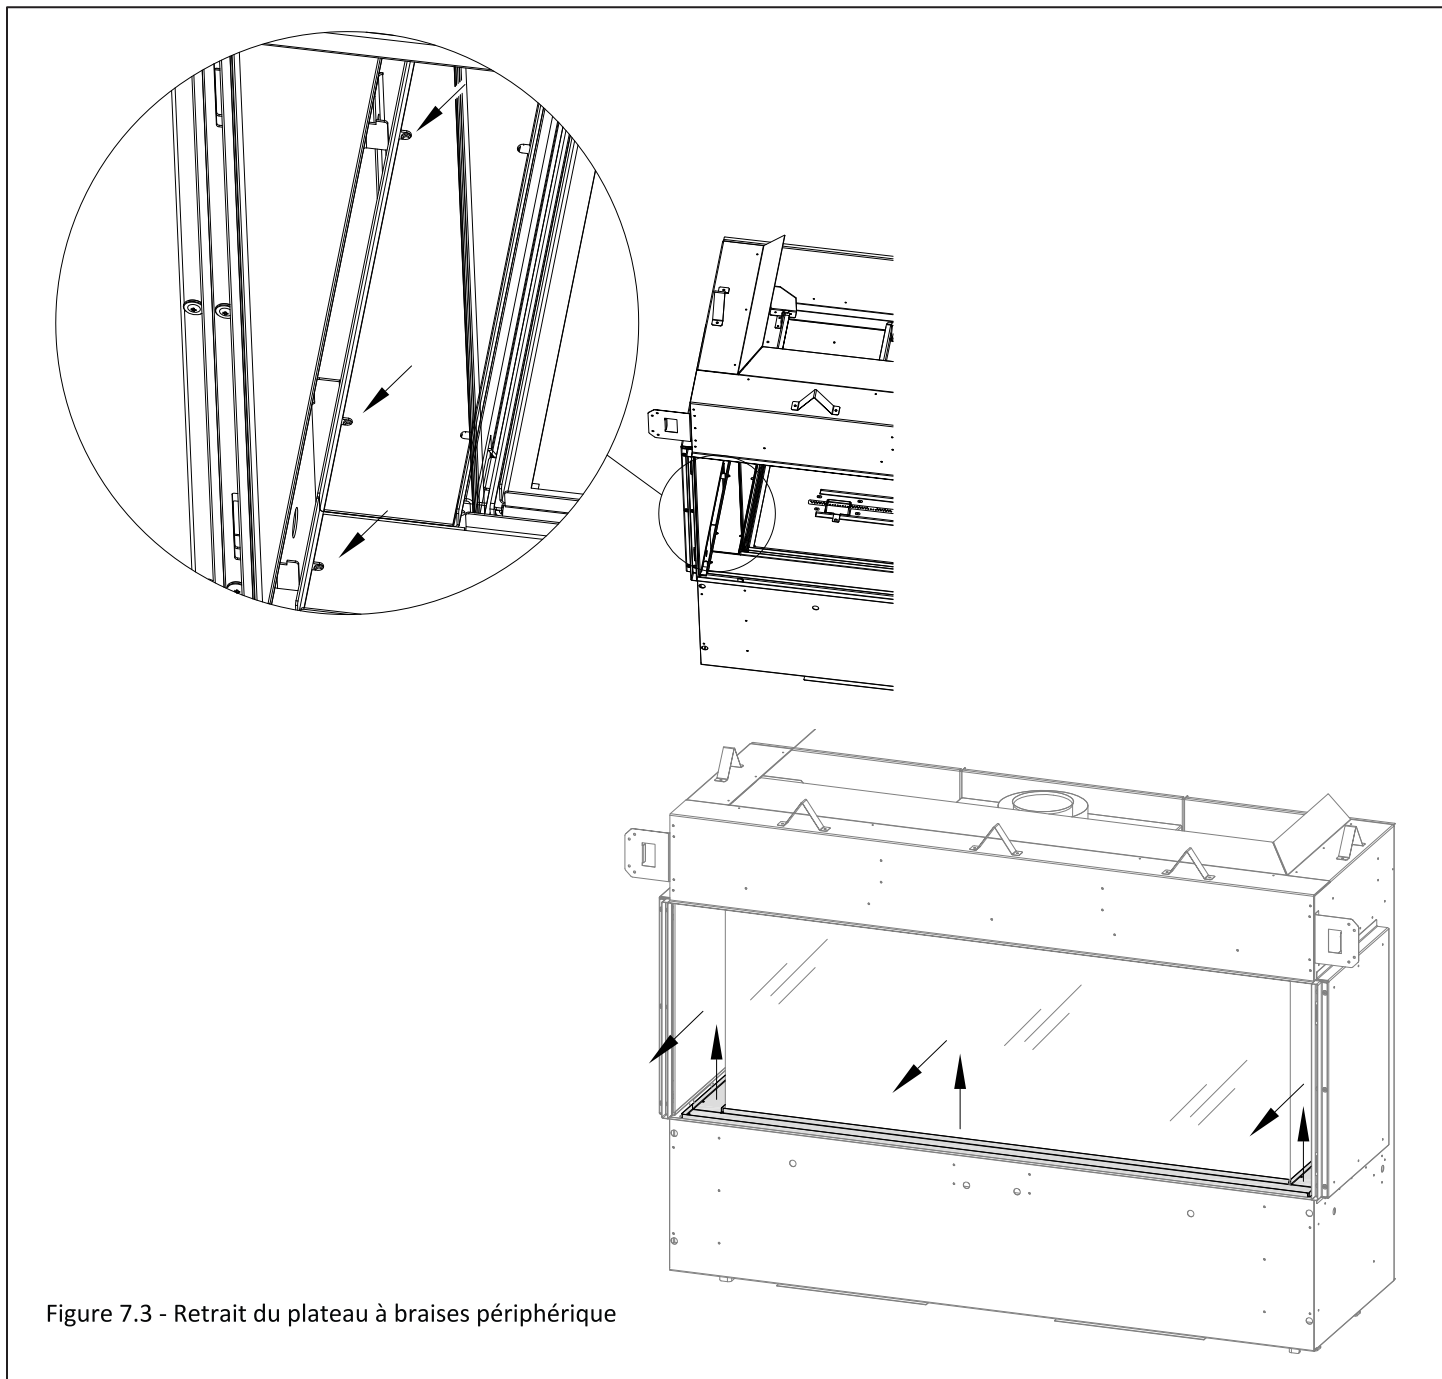

Figure 7.3 - Retrait du plateau à braises périphérique
1. Après avoir retiré la vitre de sécurité, repérez les (3) vis à métal qui retiennent chaque plateau à braises latéral et le plateau à braises avant. Voir la Figure 7.3.
2. Après avoir retiré les vis à métal, vous pouvez soulever et retirer les plateaux à braises périphériques. Voir la Figure 7.3. Réinstallez les composants dans l'ordre inverse.